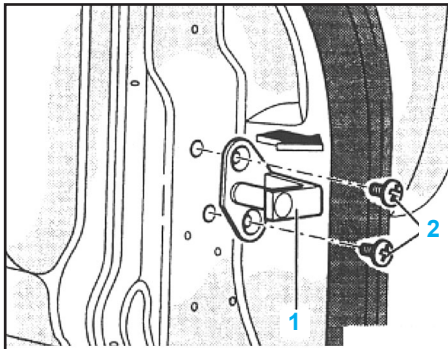

Fig.Amo.17
- Desserrer quelque peu les vis à tête cruciforme (2) de manière à désolidariser la gâche (1) (Fig.Amo.17).